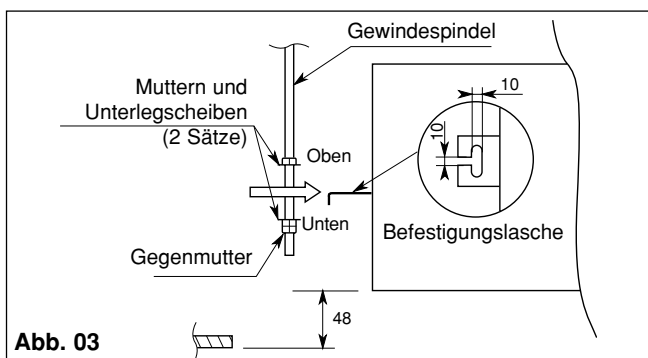

Abb. 03
- Gerät einsetzen. Dazu Muttern und Unterlegscheiben auf den Gewindesteifeln (Abb. 03) anbringen.